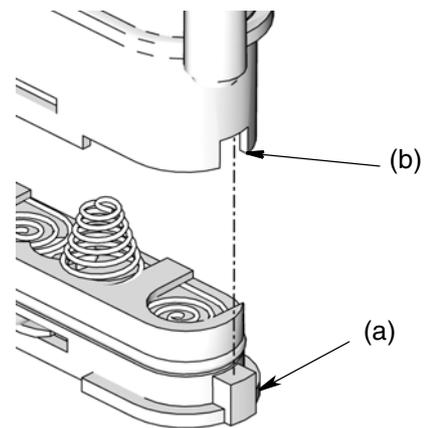

FIG. 29
- Vuelva a colocar la tapa. La cubierta está diseñada para encajar sólo de un lado en el compartimento de la pila. La muesca (a) en la cubierta se encaja en la ranura (b) del compartimento. (FIG. 29).